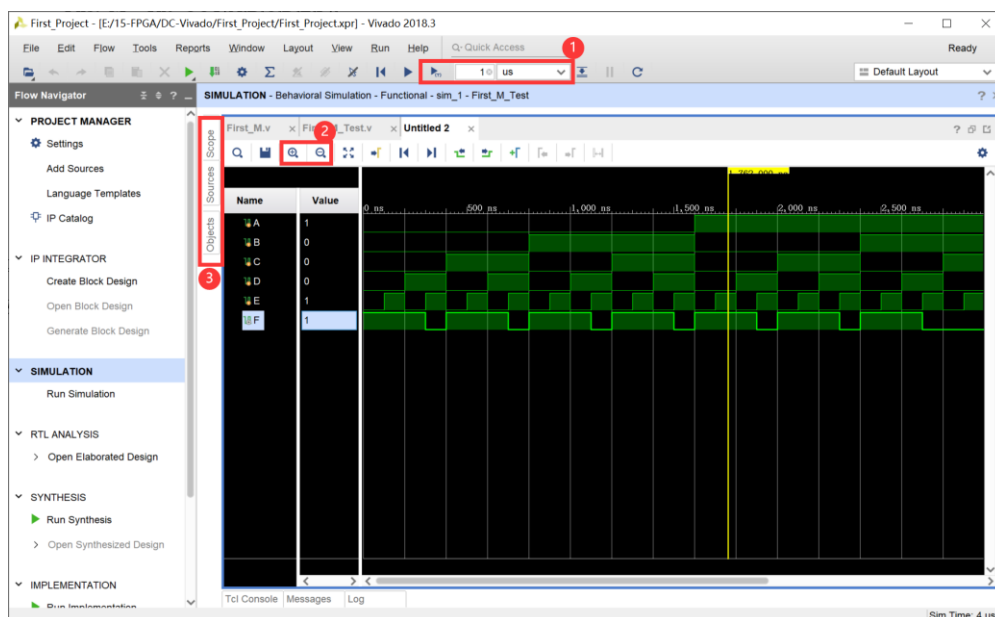

图3.25 First_M 的全仿真波形图
(6) 组合逻辑电路的全仿真。上述仿真代码只抽样检查了 6 组测试值，属于部分仿真，不能完全验证所有的输入组合都正确。如果要按照真值表进行全部的测试，需要写 32 条赋值语句，太冗繁。下面的代码很方便地实现全仿真：将 5 个输入变量用“{}”连接成一个整体，在进行初始化置全零后，使用另一段 always 语句对它们执行每隔 100ns 就加 1 的操作，这样经过 3200ns 后，所有的输入组合全部遍历测试一遍，波形如图 3.25 所示。按照真值表分析波形，可以验证 First_M 模块的逻辑功能正确。